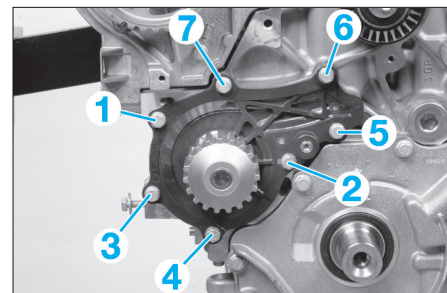

Fig. 23
- les vis de fixation de la pompe à eau et la dégraver (Fig.23),
- Serrer les vis de fixation de la pompe dans l'ordre indiqué (Fig.23) et au couple prescrit.